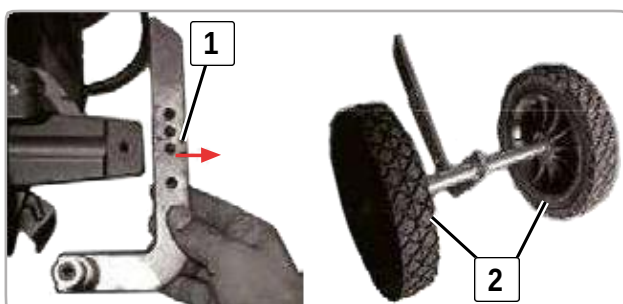

Fig.5
- Retirez l'axe Fig 5 (1) et placez les roues Fig 5 (2) dans le bon sens